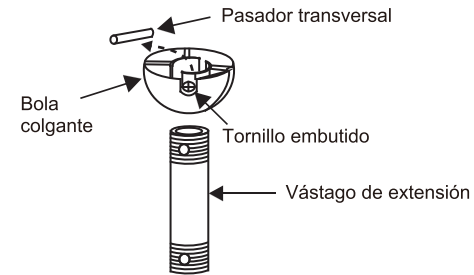

Fig. 7
Paso 5. Retire la bola colgante del ensamblaje del vástago de extensión aflojando el tornillo embutido, desatornillándolo y retirando el pasador transversal y deslizando la bola hasta sacarla del vástago. (Fig. 7)